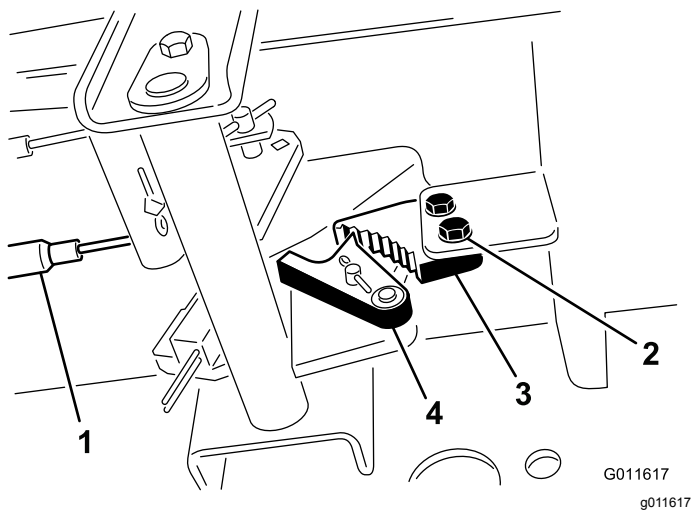

Figure 48
1. Desserrez les 2 vis qui fixent le cliquet du frein de stationnement au cadre (**Figure 48**).
2. Appuyez sur l'avant de la pédale du frein de stationnement jusqu'à ce que le verrou s'engage complètement sur le cliquet du frein (Figure 48).